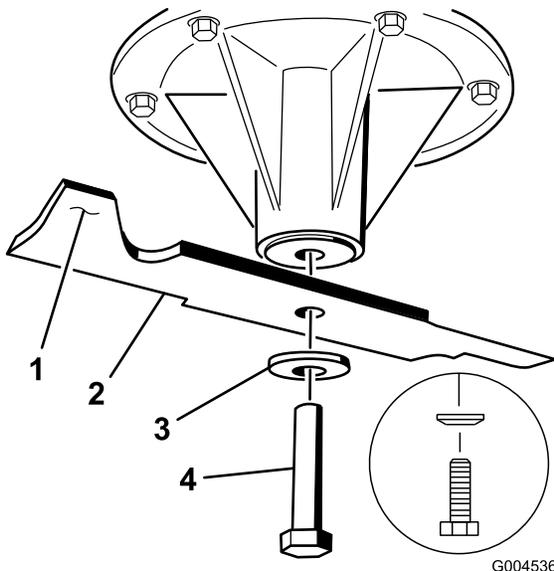

図 82
- スピンドルシャフトにブレードを取り付ける (図 82)。
- スプリングディスクとブレードボルトを取り付ける (図 82)。
**注** スプリングディスクは、円錐部をボルトの頭に向けて取り付ける (図 82)。